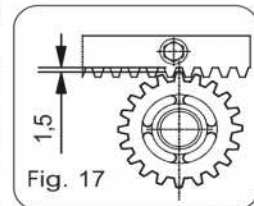

Fig. 17
- Finalizada la instalación de la cremallera, para garantizar un correcto engranaje con el piñón, es oportuno bajar unos 1,5 mm (Fig.17) la posición del motorreductor.